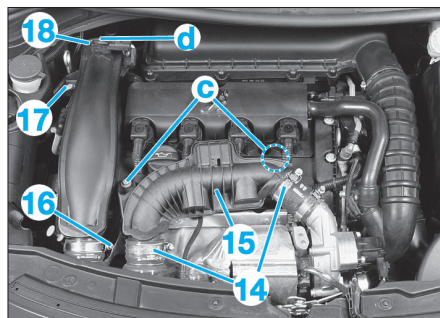

Fig. 76
- la plaque de maintien (9) du raccord d'entrée d'air,
- les raccords d'entrée d'air (10), (11), (12),
- la cuve de filtre à air (13),
- Déconnecter le capteur de température et pression d'alimentation en "d" (Fig.76).